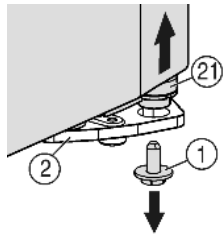
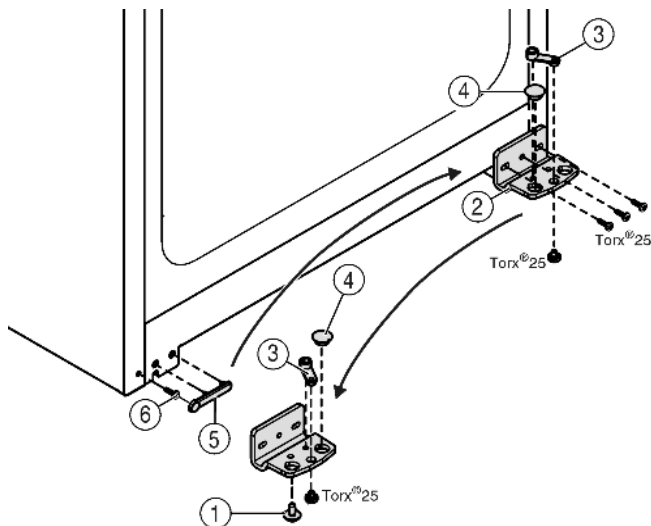

Fig. 6
Fig. 7
- ▶ Внизу справа на опорном кронштейне выкрутите фиксирующий винт Fig. 6 (1).
- ▶ Опорный палец Fig. 6 (21) можно извлечь из опорного кронштейна Fig. 7 (2).
- ▶ Если установочный винт Fig. 6 (21) не откручивается, его можно вынуть, нажав на него снизу.
- ▶ Открутите опорный кронштейн Fig. 7 (2).
- ▶ Открутите опорную деталь Fig. 7 (3) и, переставив в отверстие на противоположной стороне опорного кронштейна, снова прикрутите.
- ▶ Извлеките заглушку Fig. 7 (4) из опорного кронштейна и переставьте ее в отверстие на противоположной стороне опорного кронштейна.
- ▶ Осторожно снимите крышку со стороны ручки Fig. 7 (5).
- ▶ Выкрутите болт Fig. 7 (6) и вкрутите на противоположной стороне.
- ▶ Снова установите крышку Fig. 7 (5).
- ▶ Снова прикрутите опорный кронштейн Fig. 7 (2) на новой стороне шарнира (с моментом 4 Нм). При необходимости используйте аккумуляторный шурупверт.
- ▶ Вкрутите фиксирующий винт *Fig. 6 (1)* внизу в опорный палец и затяните (с моментом 4 Нм).